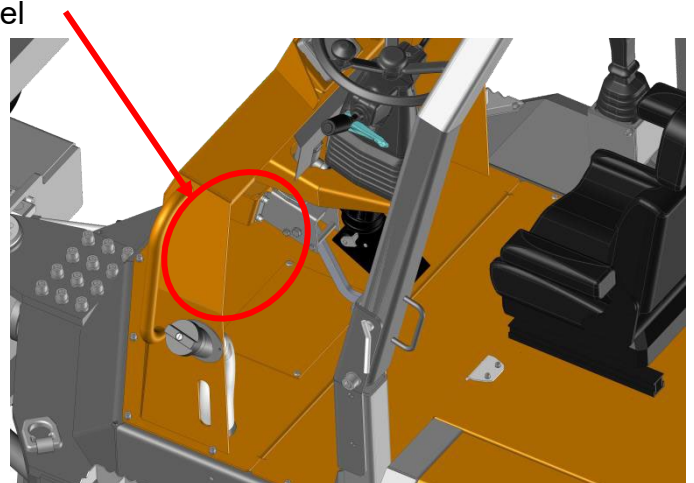

Abbildung 30. Batterieabdeckung
- b. Batteriezugang:** Um auf die Fahrzeugbatterie zuzugreifen, verwenden Sie den Inbusschlüssel Nr. 5, um die in Abbildung 30 gezeigte Abdeckung zu entfernen.